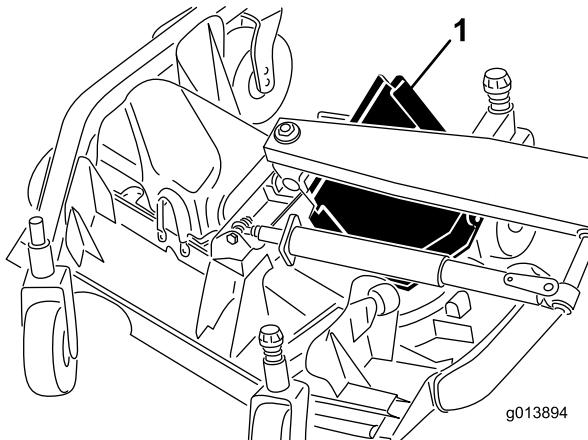

Figure 47
6. Soulevez le bord avant et guidez-le entre le bras de levage et le galet pour le déposer (Figure 47).